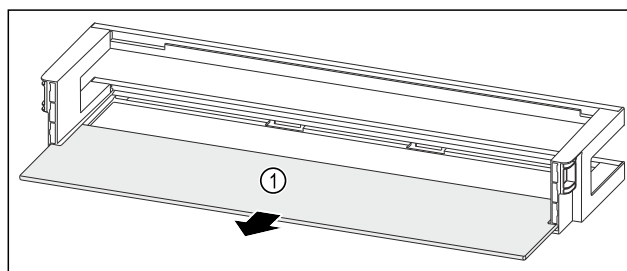

Fig. 50 Balconcino controporta con ripiano
- Rimuovere il ripiano Fig. 50 (1).